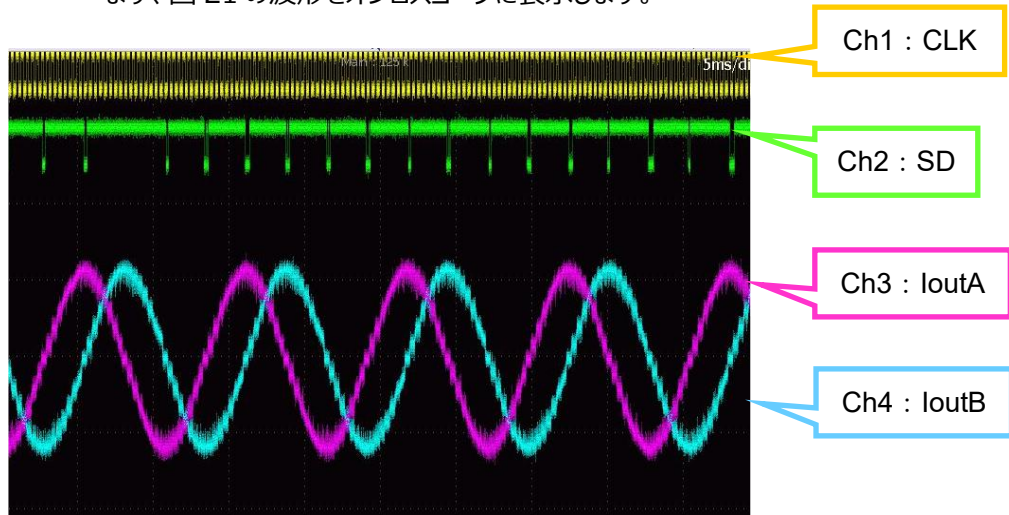

図 21 ストール検出機能確認のための波形 (ご参考データ)
(2) 共通する傾向は次のとおりです。
- ・まず、図 21 の波形をオシロスコープに表示します。
- ・SD 端子が H→L にトリガーをかけて記録すると図 21 が得られました。